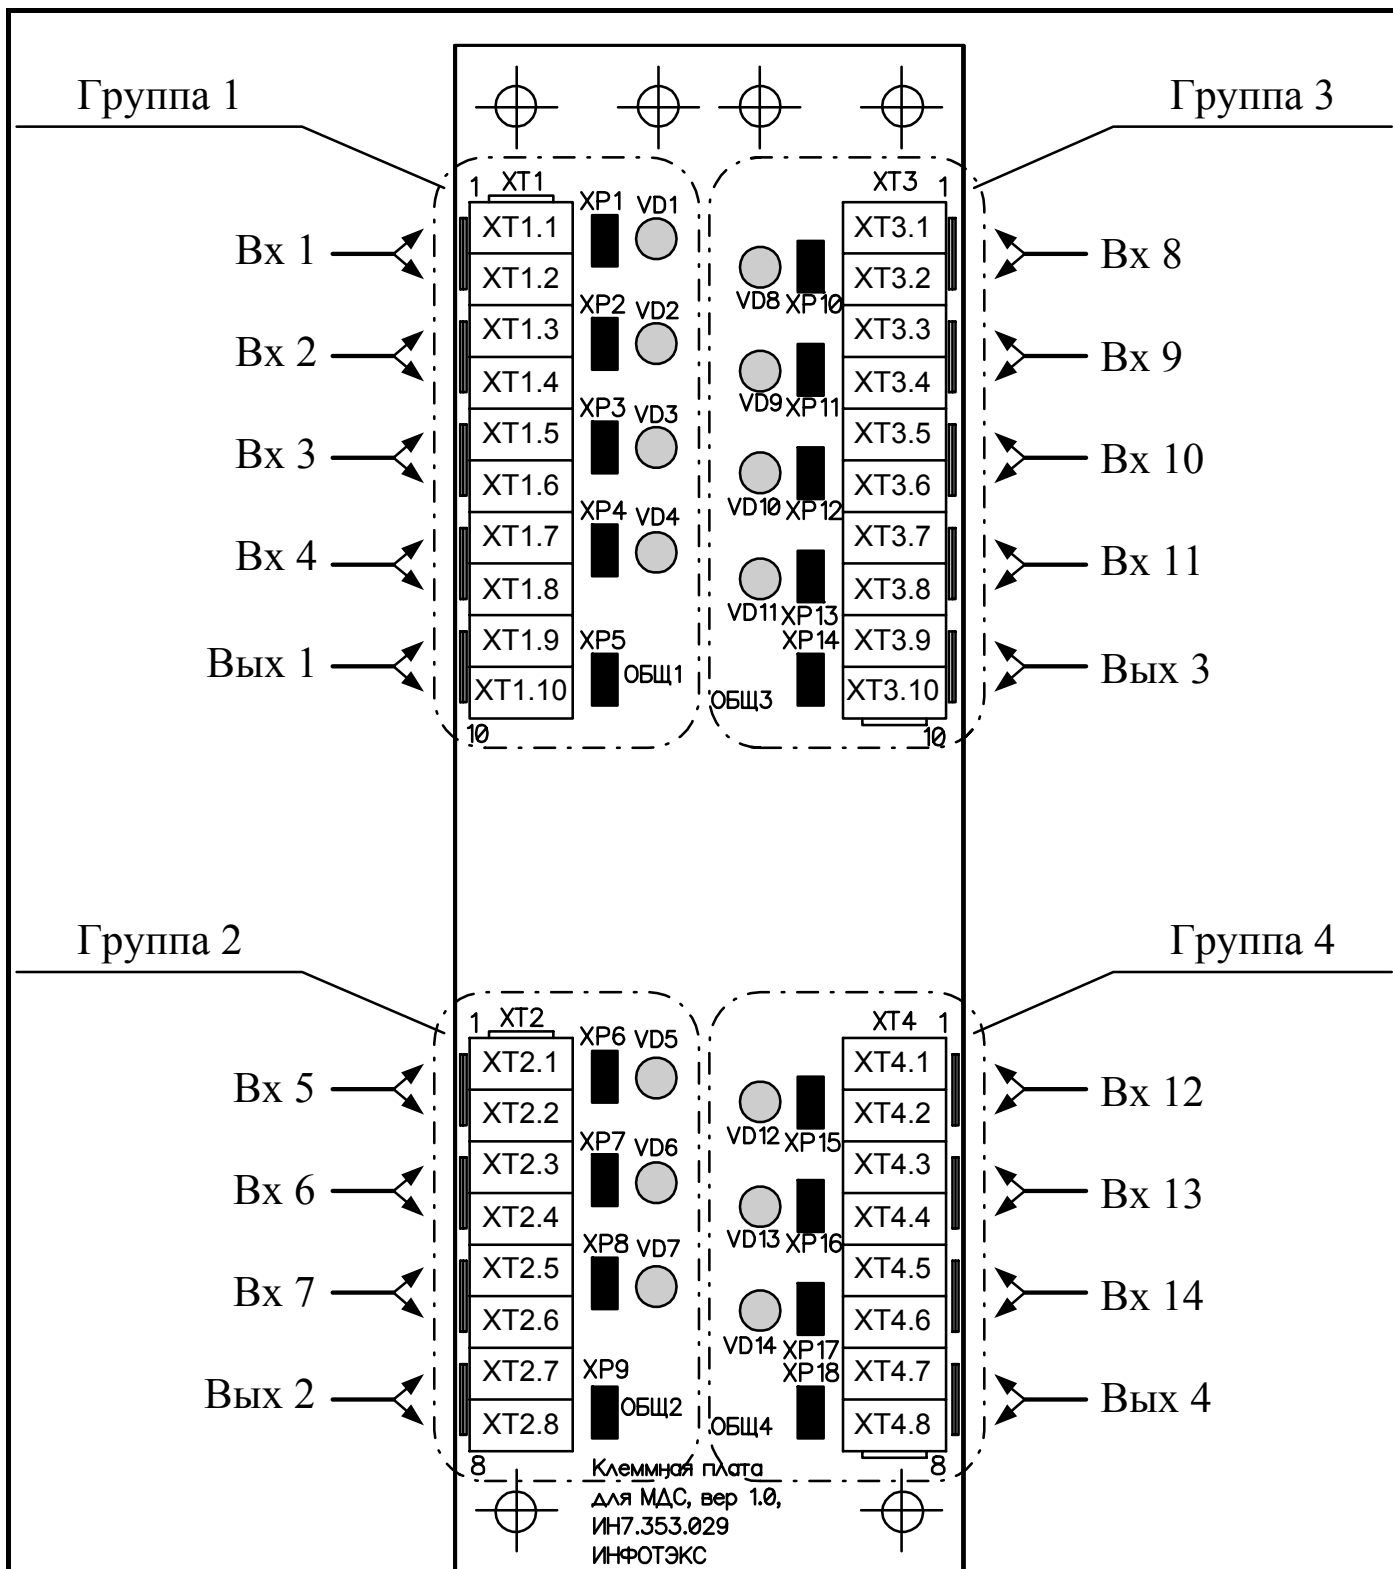

Рисунок 2.1 – Вид платы клеммного модуля с установленными перемычками
- 1) установить все перемычки ХР1-ХР18 на плате клеммного модуля (допускается производить при включенной подсистеме), см. рисунок 2.1;